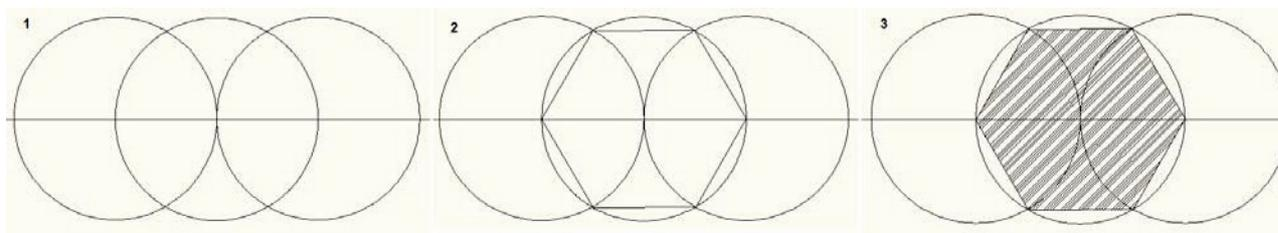

Рис. 3. Этапы построения гексагона
- 3) Посредством трёх окружностей равного диаметра (рис. 3)